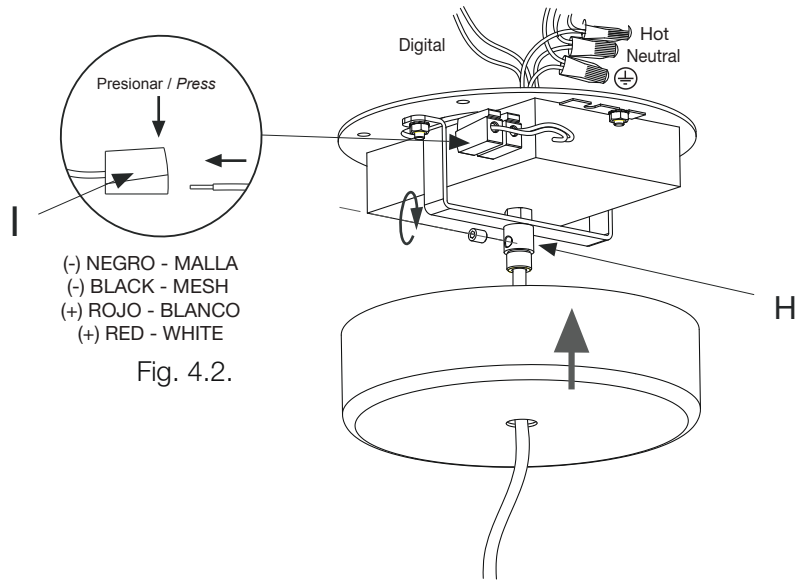

Fig. 4.2.
- 4.2. Feed the electrical cable through the hole in the ceiling rose. Secure the cable by means of the cable clamp (H). Make the electrical connections in the connectors (I) as shown in Fig. 4.2.
- 4.2. Pasar el cable eléctrico a través del agujero del florón. Asegurar el cable eléctrico utilizando el prensacables (H). Hacer la conexión eléctrica del LED con los conectores (I) como se muestra en la Fig. 4.2.
- 4.2. Passez le câble électrique à travers le trou de la rosace. Fixez le câble électrique en serrant la vis du serre-câbles (H). Effectuez la connexion électrique de la LED avec les connecteurs (I) comme indiqué à la Fig.4.2.
- 4.2. Das Elektrokabel durch das Öffnung der Kreuzblume führen. Das Elektrokabel über die Schraube der Kabelpresse sichern (H). Stellen Sie den elektrischen Anschluss des LEDs mit den Steckverbindern (I) wie in Abb. 4.2. dargestellt her.